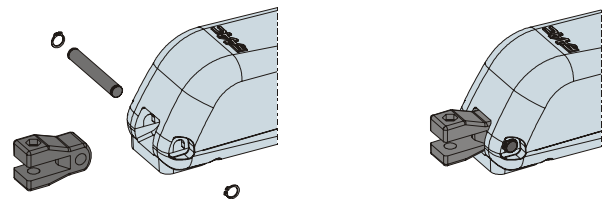

Fig. 8
- 2) Assemblare l'attacco posteriore all'operatore come indicato in Fig.8.